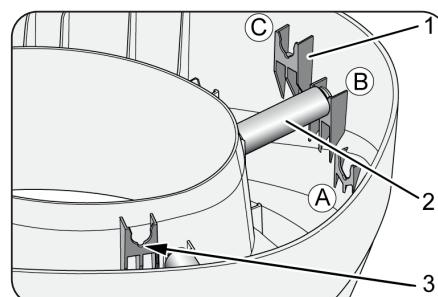

Abb. 3
1. Drücken Sie Höheneinstellstangen (2, Abb. 3) je nach gewünschter Sitzhöhe in die Halterungen A, B oder C (1, Abb. 3). Die Höheneinstellstangen müssen dabei in den Aussparungen (3, Abb. 3) einrasten.